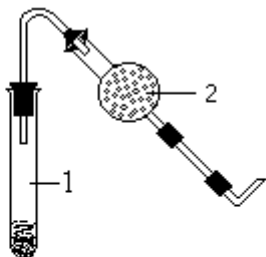

Рис. 3. Прибор для получения ацетилена.
1) *Получение ацетилена и его горение (тяга!).* В пробирку помещают кусочек карбида кальция, приливают около 1 мл воды и сразу же закрывают ее пробкой с газоотводной трубкой, имеющей оттянутый конец (рис. 3.). Поджигают выделяющийся ацетилен у конца газоотводной трубки. Наблюдают характер пламени. Затем меняют газоотводную трубку: закрывают пробирку, из которой выделяется ацетилен, изогнутой газоотводной трубкой с широким отверстием и снова поджигают ацетилен. Вносят в пламя крышку от тигля. На крышке образуется черное пятно сажи. Напишите уравнения реакций получения ацетилена из карбида кальция и горения ацетилена (полное и неполное сгорание). Вычислите процентное содержание углерода и водорода в ацетилене. Имеет ли ацетилен запах?